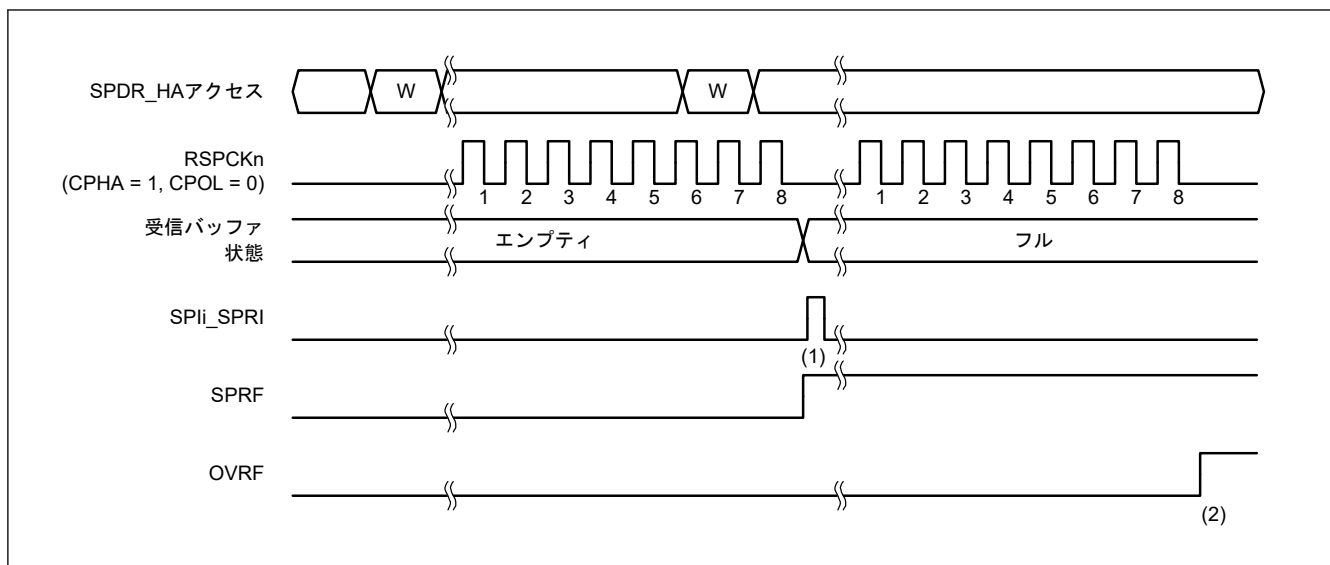
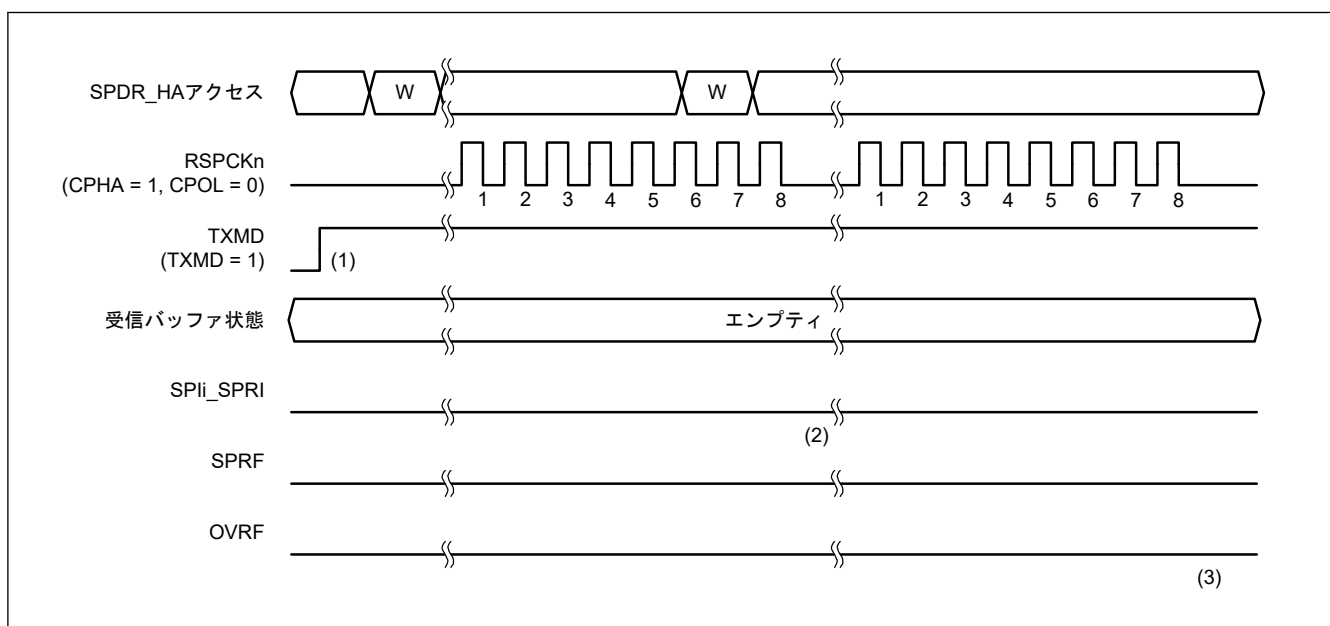
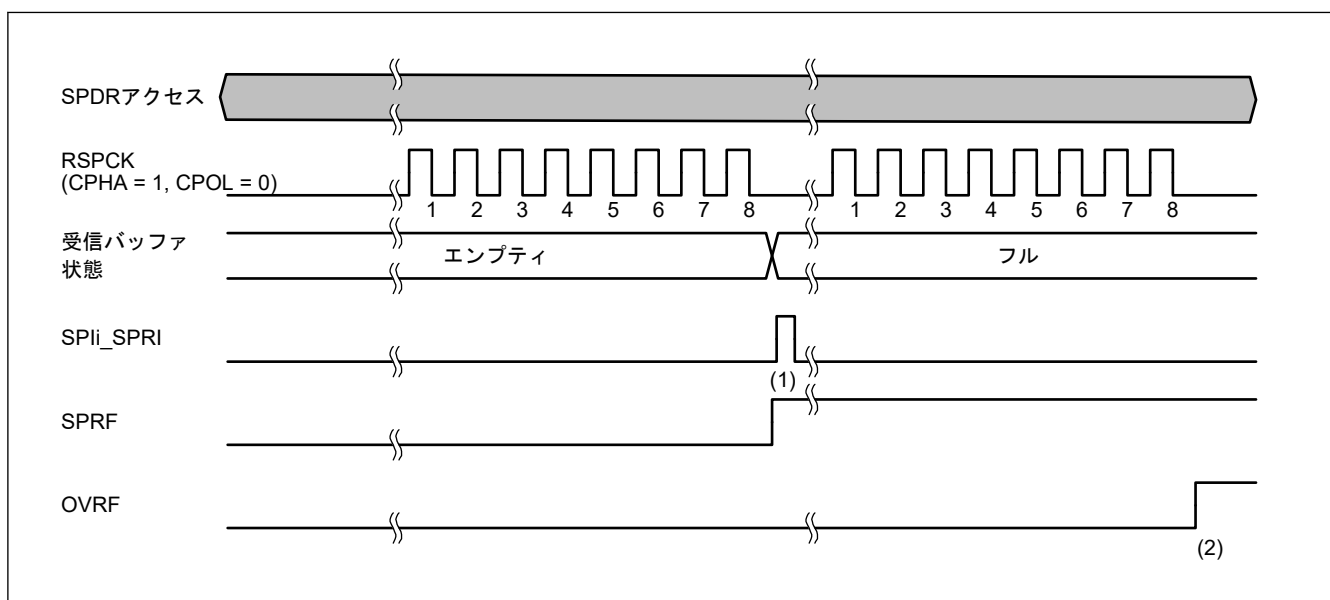

図 31.26 SPCR3.ETXMD = 0 かつ SPCR.TXMD = 0 の動作例
図 31.27 SPCR3.ETXMD = 0 かつ SPCR.TXMD = 1 の動作例
図 31.28 MSTR = 0 かつ ETXMD = 1 の場合の動作例
通信動作モード選択ビット (SPCR.TXMD) の設定により、全二重同期式シリアル通信または送信のみの動作が選択できます (拡張通信モード選択ビット (SPCR3.ETXMD) が 0 の場合)。SPCR3.ETXMD ビットが 1 の場合、スレーブモード (SPCR.MSTR = 0) で SPI の動作は受信のみです。これは SPCR.TXMD ビットが SPI の動作に影響を及ぼさないためです。図 31.26、図 31.27、および図 31.28 に示すレジスタアクセスは、SPDR/SPDR_HA レジスタへのアクセスの条件を示します。W は書き込みサイクルを示します。
図 31.26 に、SPI コントロールレジスタ 3 (SPCR3) の拡張通信モード選択ビット (ETXMD) を 0、通信動作モード選択ビット (SPCR.TXMD) を 0 にした場合の動作例を示します。この例では、SPDCR.SPFC[1:0] ビットが 00b、SPCMDm.CPHA ビットが 1、かつ SPCMDm.CPOL ビットが 0 の設定で、SPI が 8 ビットのシリアル転送を実行しています。RSPCKn 波形の下に記載した数字は RSPCK サイクル数 (= 転送ビット数) を示しています。
以下に、図 31.26 の (1)、(2) に示したタイミングでのフラグ動作を説明します。
図 31.27 に、SPI コントロールレジスタ 3 (SPCR3) の拡張通信モード選択ビット (ETXMD) を 0、通信動作モード選択ビット (SPCR.TXMD) を 1 にした場合の動作例を示します。この例では、SPDCR.SPFC[1:0] ビットが 00b、SPCMDm.CPHA ビットが 1、かつ SPCMDm.CPOL ビットが 0 の設定で、SPI が 8 ビットのシリアル転送を実行しています。RSPCKn 波形の下に記載した数字は RSPCK サイクル数 (= 転送ビット数) を示しています。
以下に、図 31.27 の (1)~(3) に示したタイミングでのフラグの動作内容を説明します。
図 31.28 に、SPI コントロールレジスタ (SPCR) の SPI マスタ/スレーブモード選択ビット (MSTR) を 0 に設定し、SPI コントロールレジスタ 3 (SPCR3) の拡張通信モード選択ビット (ETXMD) を 1 に設定した場合の動作例を示します。図 31.28 に SPI データコントロールレジスタ (SPDCR) の SPFC[1:0] ビット = 00b、SPI コマンドレジスタ (SPCMD) の CPHA ビット = 1、SPCMD の CPOL ビット = 0 の設定で、SPI が 8 ビットデータシリアル転送をする例を示します。RSPCK 波形の下番号は、RSPCK 周期の番号 (転送ビットの番号) を示します。